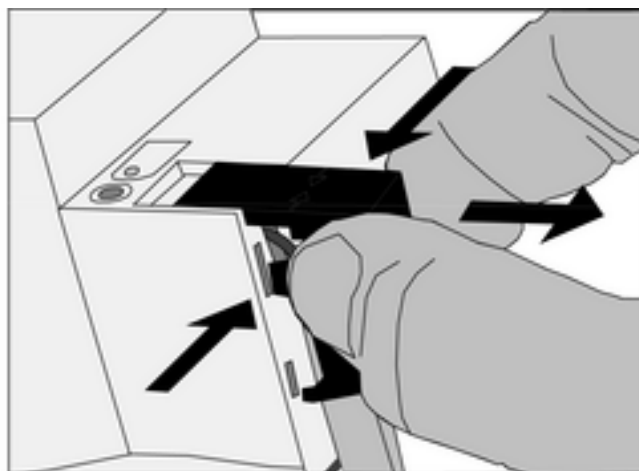

Bild 8: Ta av locket
- Tryck på skyddslockets sida och dra av det (bild 8).